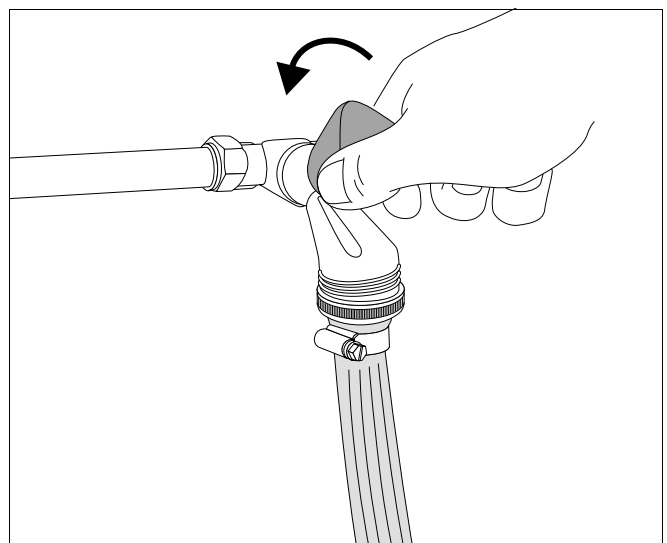

Fig. 59 Waterkraan openen en cv-installatie vullen
- Draai de waterkraan volledig, en de vulkraan slechts gedeeltelijk open (→ fig. 59).